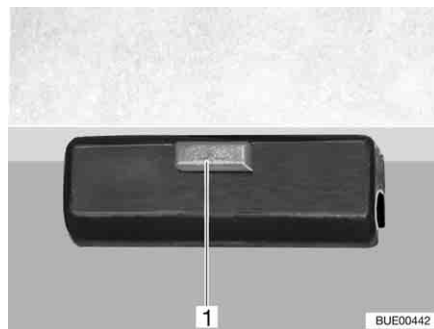

Bild 104 Lås
- Lossa låset (Bild 104,1) på bordsskivan.